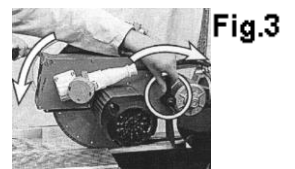

Fig.3
- Stel de zaagdiepte zodanig in dat de tegel wordt doorgezagen, zonder dat de beweegbare zaagwagen geraakt kan worden. (zie Fig. 3)